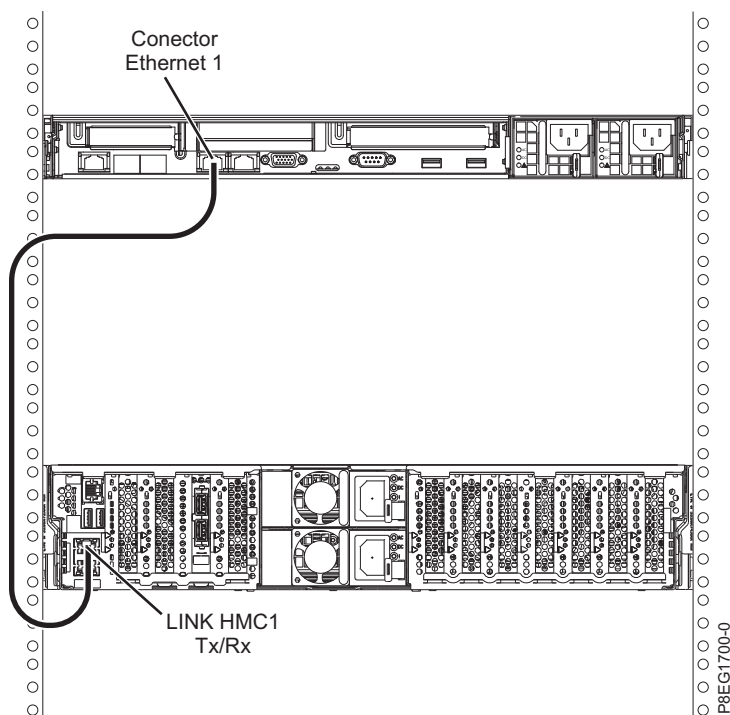

Figura 17. Conectando o HMC ao sistema gerenciado
1. Se você deseja conectar diretamente o seu HMC para o sistema gerenciado, conecte o **Conector Ethernet 1** no HMC à porta **HMC1** no sistema gerenciado. Consulte Figura 17.